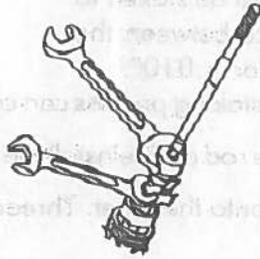

FIGURE 1
9. Serrer la biellette à la crémaillère jusqu'à 70-74 lb-pi (95-100 Nm). Pour éviter d'endommager la crémaillère, la denture doit être maintenue de façon à pouvoir résister à la force de rotation requise pour serrer la biellette (figure 1).